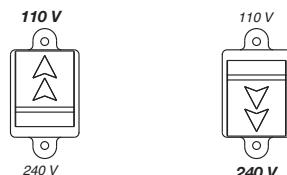

Abb. 1
**Bei den Modellen "M DV" kontrollieren, ob der Deckel (Abb. 1) der Taste für die Wahl der Versorgungsspannung so ausgerichtet ist, dass die Pfeile auf den gewünschten Spannungswert zeigen.**